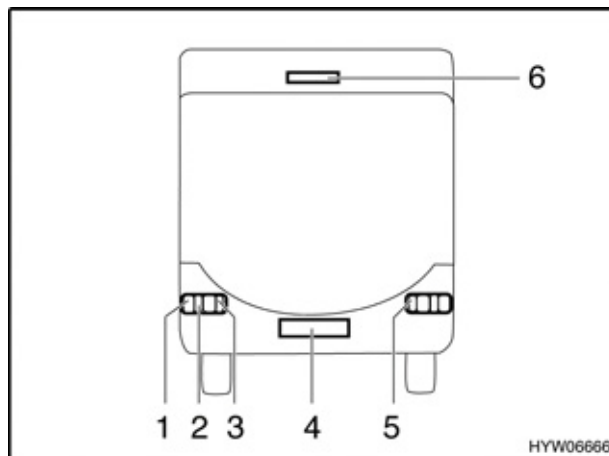

Fig. 158 Luci posteriori
- Svitare le viti degli involucri (Fig. 158,1 a 5).
La terza luce freno (Fig. 158,6) va sostituita assieme al suo involucro.